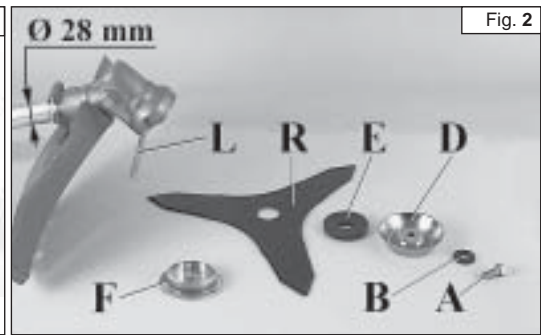

Fig. 2
MONTAGGIO DISCO MODELLI "S" (Fig. 2)
Montare la flangia inferiore (E), la coppa (D), la rondella (B) ed avvitare il bullone (A) in senso antiorario. Inserire il perno in dotazione (L), nell'apposito foro (Fig. 2) per bloccare il disco e permettere il serraggio del bullone (A, Fig. 2) a **2.5 kgm (25 Nm)**.
MONTAGE DU DISQUE MODELES "S" (Fig. 2)
Montez la bride inférieure (E), le carter (D), la rondelle (B) et vissez le boulon (A) dans le sens contraire des aiguilles d'une montre. Enfillez le goujon en dotation (L) dans le trou approprié (Fig. 2) pour pouvoir bloquer le disque et serrer le boulon (A, Fig. 2) à **2.5 kgm (25 Nm)**.
FITTING THE DISK "S" MODELS (Fig. 2)
Fix the lower flange (E), the cup (D), the washer (B) and tighten bolt (A) anti-clockwise. Put the pin provided (L) in the appropriate hole (Fig. 2) to block the blade and allow the bolt (A, Fig. 2) to be tightened to **2.5 kgm (25 Nm)**.
MONTAGE DES SCHNEIDBLATTS "S" MODELLE (Abb. 2)
Unteren Flansch (E), Gleitteller (D) und Unterlegsscheibe (B) montieren, Schraube (A) entgegen Uhrzeigersinn eindrehen. Um die Schraube (A) (**2.5 kgm/25 Nm**) festzuziehen (Abb. 2), den bei liegenden Stift (L) in die vorgesehene Bohrung (Abb. 2) einsetzen.
MONTAJE DEL DISCO MODELOS "S" (Fig. 2)
Introduzca el perno en dotación (L), en el orificio predispuesto (Fig. 2) para bloquear el disco y ajuste el tornillo (A, Fig. 2) a **2.5 kgm (25 Nm)**.
MONTAGE VAN HET MAAIBLAD "S" MODELLEN (Fig. 2)
Steek de meegeleverde blokkeerpen (L) in het daarvoor bestemde gat (Fig. 2) om het maaiblاد te blokkeren. Nnu kan men bout (A, Fig. 2) op moment vastdraaien (**2.5 kgm - 25 Nm**).
MONTAGEM DO DISCO MODELOS "S" (Fig. 2)
Desenrosque o perno no sentido aos ponteiros do relógio (rosca esquerda) (A). Tirar a anilha (B), o copo (D) e a falange inferior (E). Monte o disco (R) sobre a falange superior (F), verificando o bom sentido de rotação e a boa posição sobre o cubo (G). Monte o freio inferior (E), o copo (D), as anilhas (B) e aperte o perno (A) no sentido contrário aos ponteiros do relógio. Colocar a cavilha (L) no furo apropriado (Fig. 2) para poder bloquear o disco e trancar o parafuso (A, Fig. 2) a **2.5 Kgm (25 Nm)**.